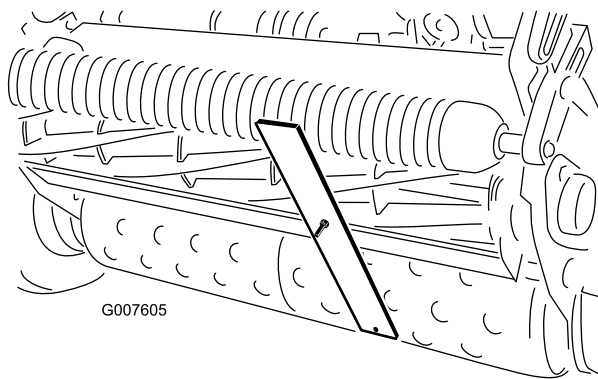

図 43
4. ゲージバーのネジ頭を下刃の先端に引っかけ、バーの後端を後ローラに当てがう (図 43)。